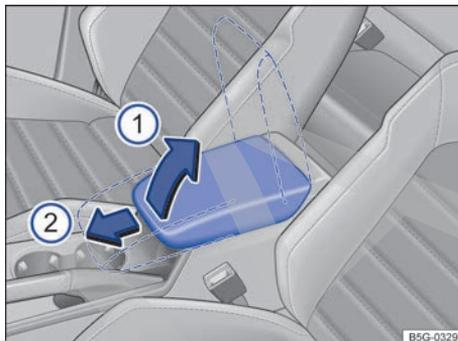

Fig. 77 Reposabrazos central delantero.
Para *levantar* el reposabrazos, pulse el botón de desbloqueo y tire del reposabrazos hacia arriba en el sentido de la flecha → fig. 77 ① encastre por encastre.